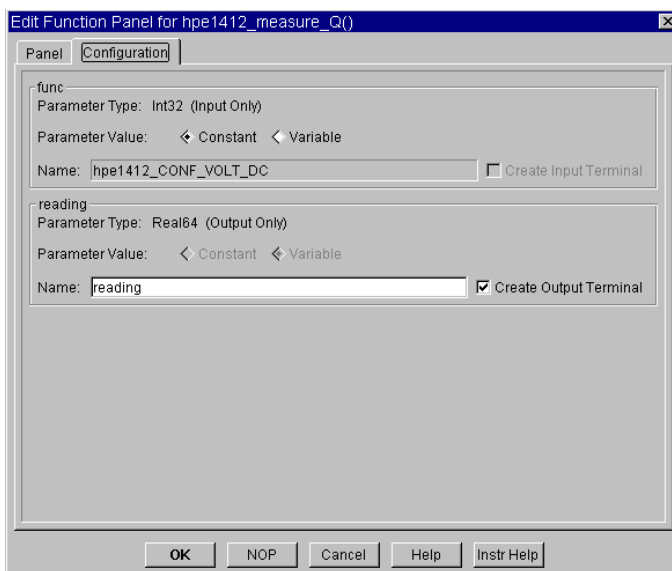

図 3-33. [Edit Function Panel] の [Configuration] フォルダ
9. [To/From Instrument] オブジェクトで <Double-click to Add Function> をダブルクリックし、[Measure] の下にある [Take Measurement] を選択します。[Configuration] フォルダをクリックして、ダイアログ・ボックスの表示を図 3-33 のようにします。